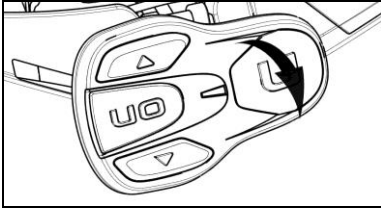

Fig. 27
- Enlevez le clavier de la calotte en faisant lever vers le haut, comme cela est indiqué à la Fig. 27.